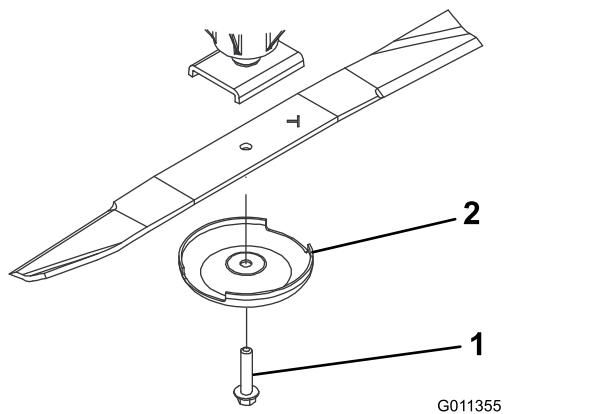

Рисунок 72
3. Возьмитесь за конец ножа, используя ветошь или перчатку на толстой подкладке, отверните болт ножа, снимите защитный колпак и нож с вала шпинделя (Рисунок 72).
4. Используя защитный колпак и болт ножа, установите нож загибом в направлении режущей деки (Рисунок 72).